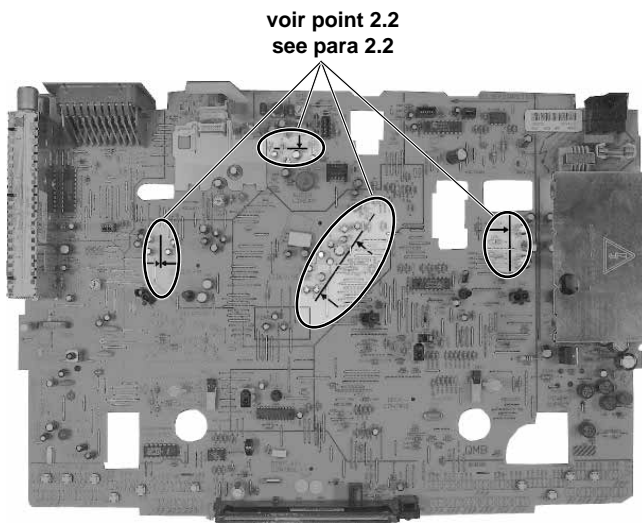

Fig. 10
- Aucun composant ne doit s'insérer dans les zones marquées (Fig. 10). Les composants (condensateurs) doivent être arrangés comme indiqué par les flèches.
- Ensure that no components reach into the marked areas on the Family Board (Fig. 10). Position the components (capacitors) as shown by the arrows.